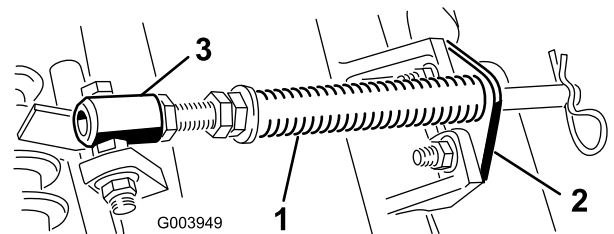

Bild 10
- A. Nehmen Sie die zwei Schlossschrauben und Muttern ab, mit denen die Stangenhalterung an den Nasen der Schneideinheit befestigt ist (**Bild 10**).
- B. Nehmen Sie die Bundmutter ab, mit denen die Schraube des Federrohrs an der Nase des Trägerrahmens befestigt ist (**Bild 10**)